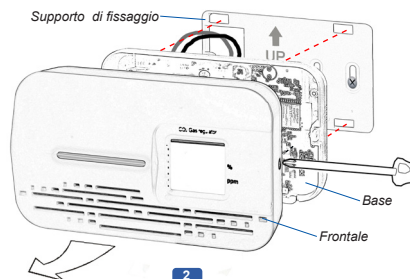

Fig. 1
- Inserire i ganci della **Base** nei fori del **Supporto di fissaggio** e trascinare verso destra la **Base** fino ad incastro avvenuto (Fig. 1).